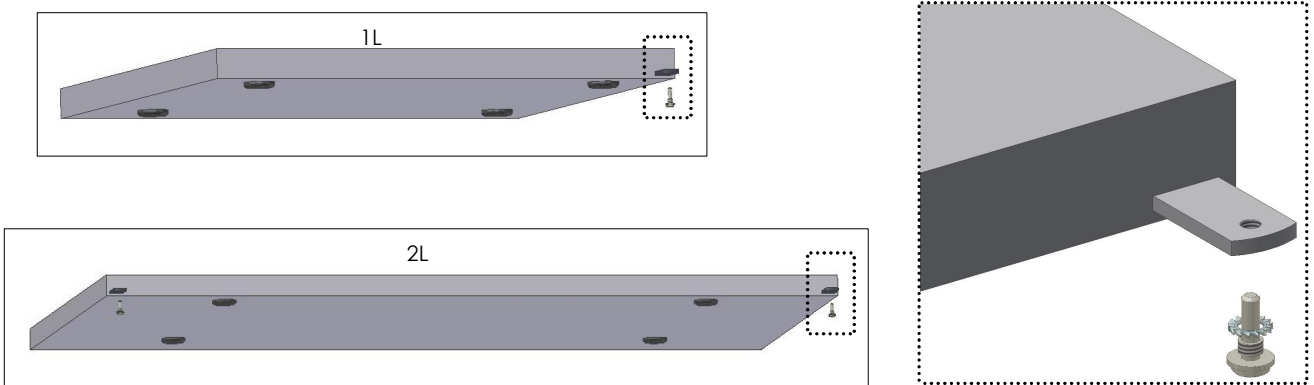

Fig. 1
- Bringen Sie die unteren Bolzen mit Fächerscheibe an den Türbefestigungsecken an (Abb.1);